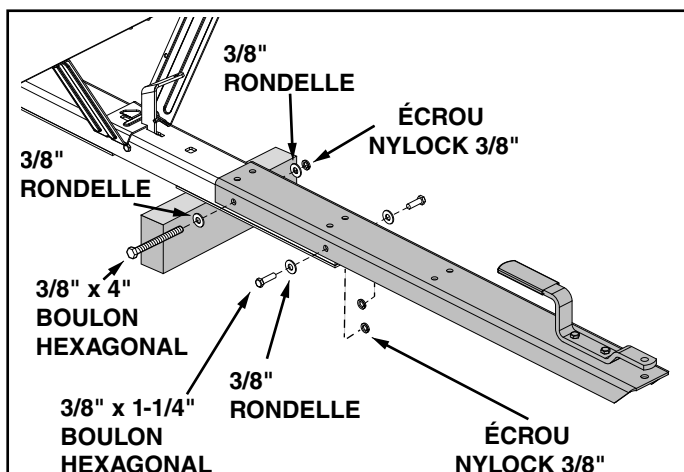

FIGURE 5
8. Assemblez la languette avant sur la languette arrière. Dans les trous avant, fixez-les à l'aide de deux boulons hexagonaux de 3/8" x 1-1/4", de quatre rondelles de 3/8" et de deux écrous nylock de 3/8". Dans les trous arrière, utilisez un boulon hexagonal de 3/8" x 4", deux rondelles de 3/8" et un écrou nylock de 3/8". Voir la figure 5.